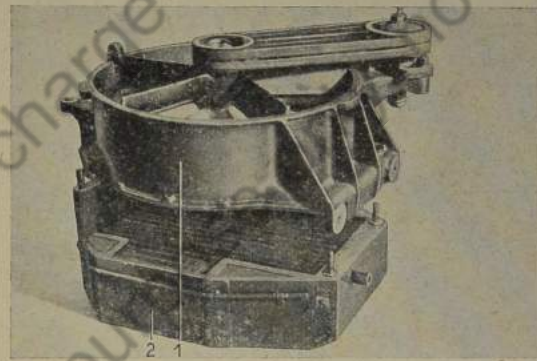

Bild 211: Lüfterhaube abnehmen
3. Lüfterhaube vom Kühler abheben (Bild 211).